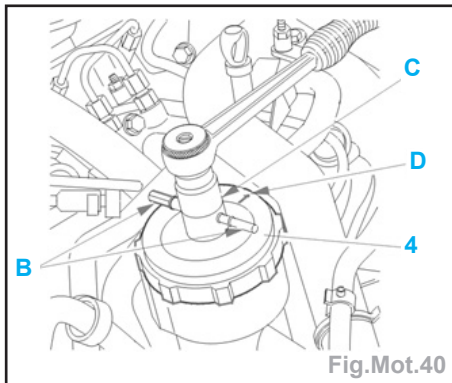

Fig.Mot.40
- Reposer le filtre à carburant (5).
- l'élément filtrant neuf (6) et le positionner correctement,
- la rondelle ondulée (7),
- le couvercle (4).
Attention : positionner le couvercle (4) et les conduits (B) perpendiculaires au moteur (repère (C) situé côté filtre à air) (Fig.Mot.40).